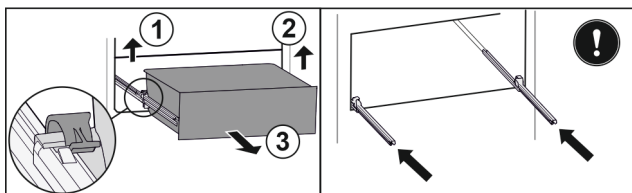

Fig. 211
- Soulever la bride gauche et tirer dans le même temps la partie gauche du tiroir vers l'avant. Fig. 211 (1)
- Soulever la bride droite et tirer dans le même temps la partie droite du tiroir vers l'avant. Fig. 211 (2)
- Retirer le tiroir par l'avant. Fig. 211 (3)